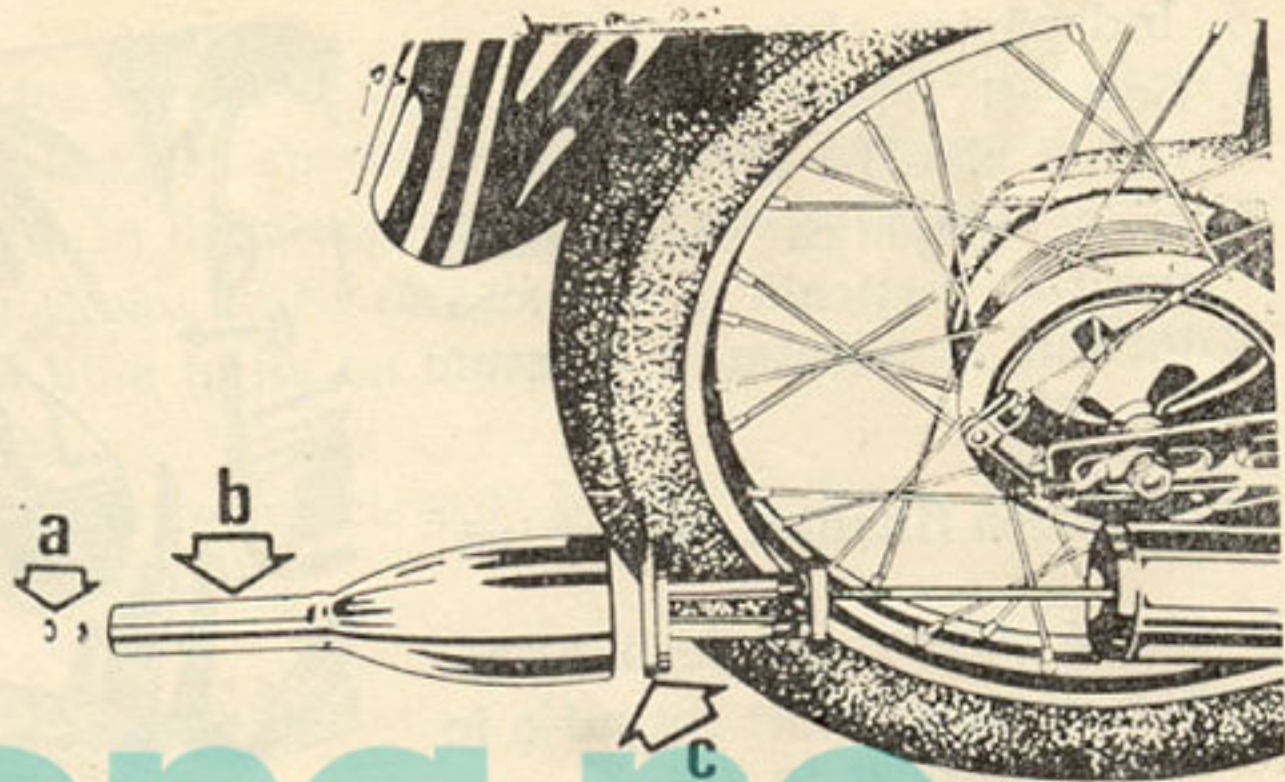

Fig. 38
1. Demontați piulița „a” din fig. 38.